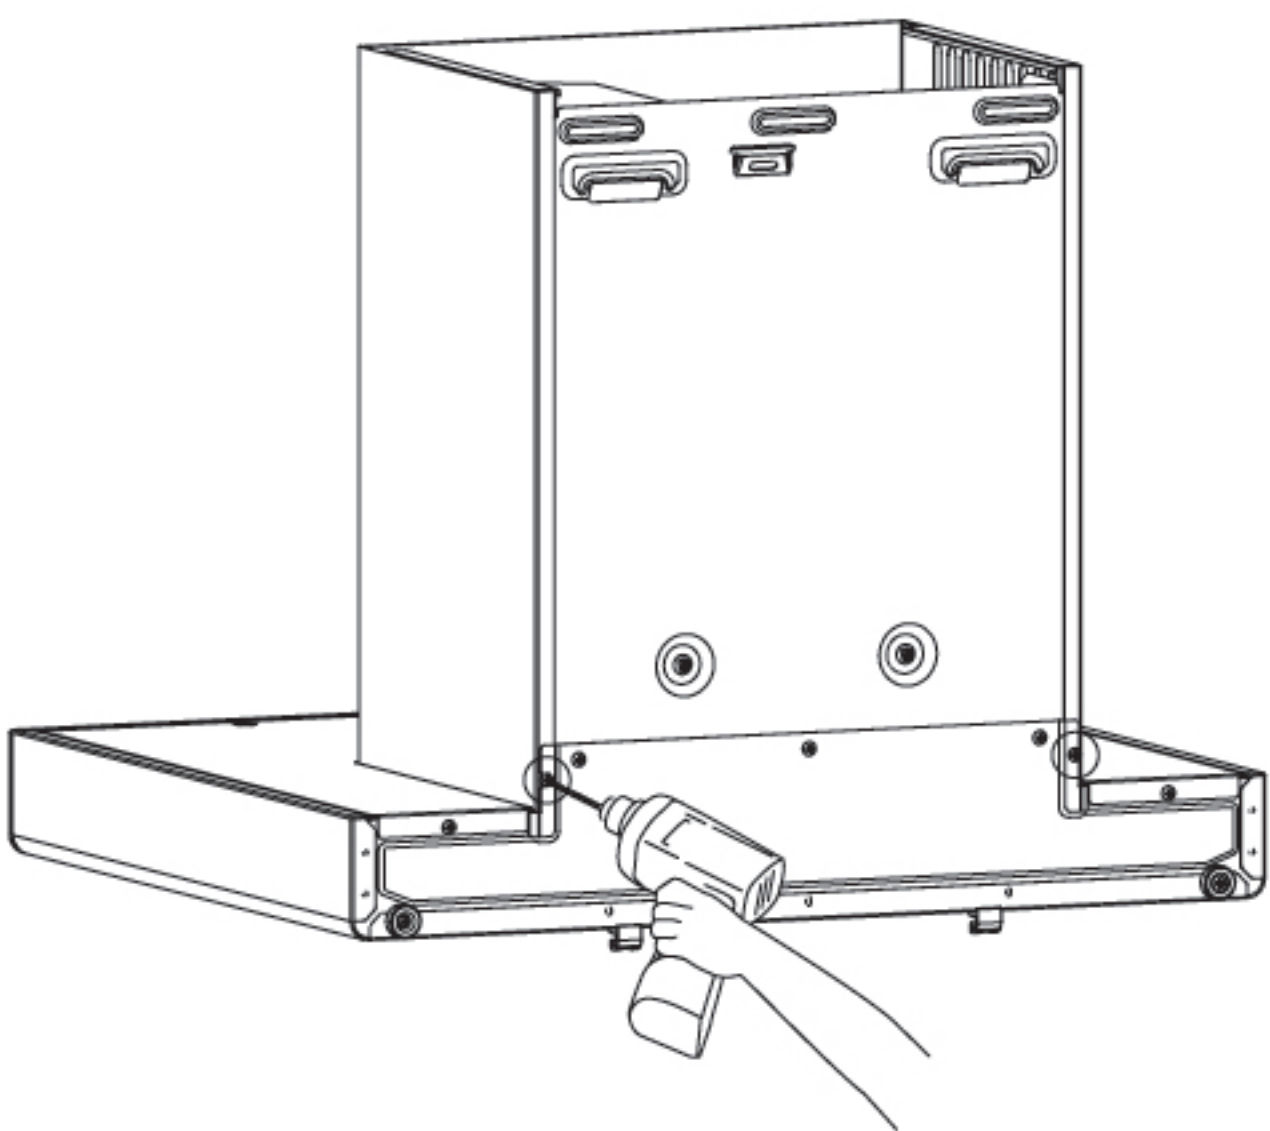

Fig.8
2. 取下風機外罩、裝飾罩（僅適用於EMG9008-C）：用螺絲刀取下主機背后固定風機外罩的2顆螺釘（見Fig.8），然後雙手抓住風機外罩和裝飾罩向上將其取出（見Fig.9）；